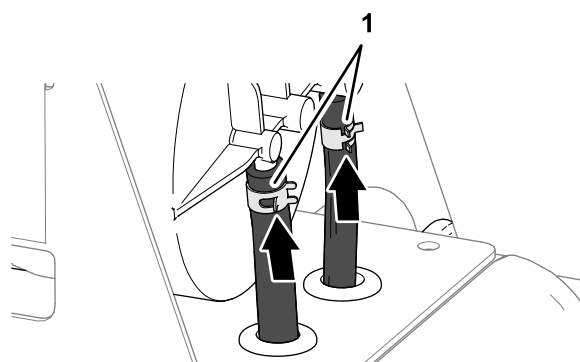

Figure 79
4. Fixez les flexibles sur les raccords avec les colliers (Figure 79).